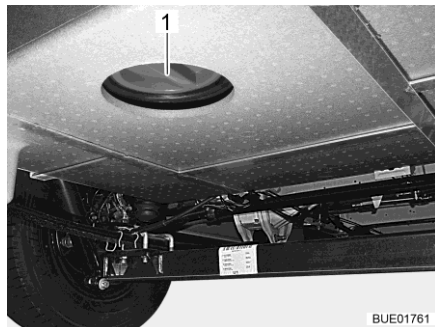

Fig. 198 Ouverture de nettoyage (réservoir d'eaux usées)
- Ouvrir l'ouverture de nettoyage (Fig. 198,1) du réservoir d'eaux usées et le robinet de vidange.